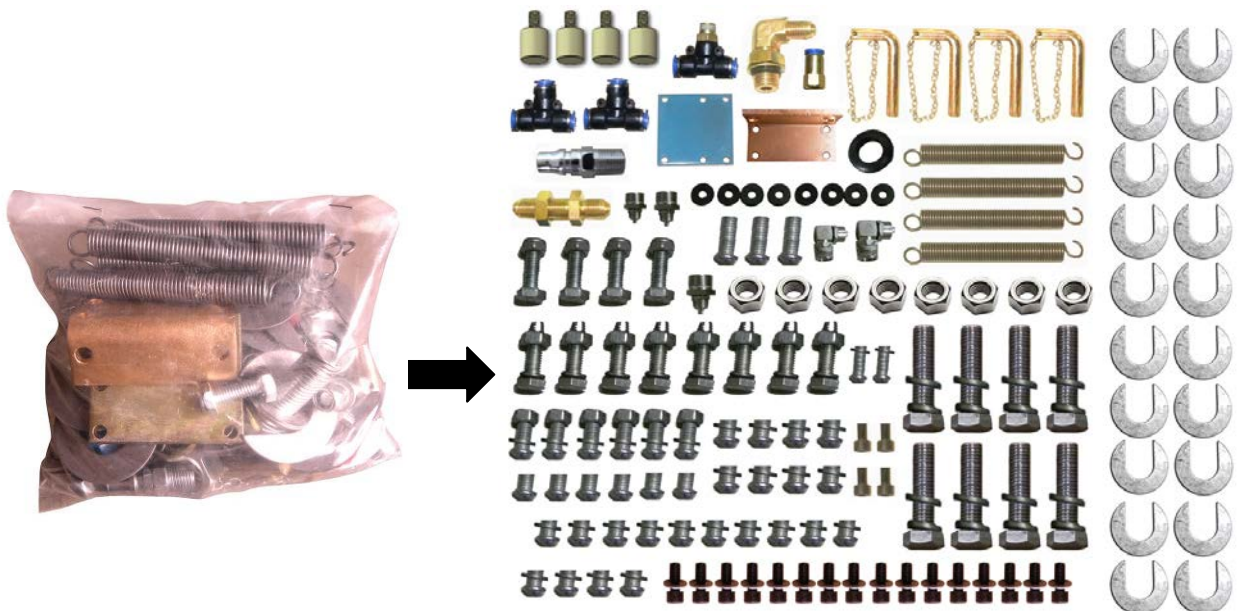

Fig. 9
7. Sprawdzić kompletność części zamieszczonych w torebce zgodnie z dołączoną listą (patz Fig. 9).